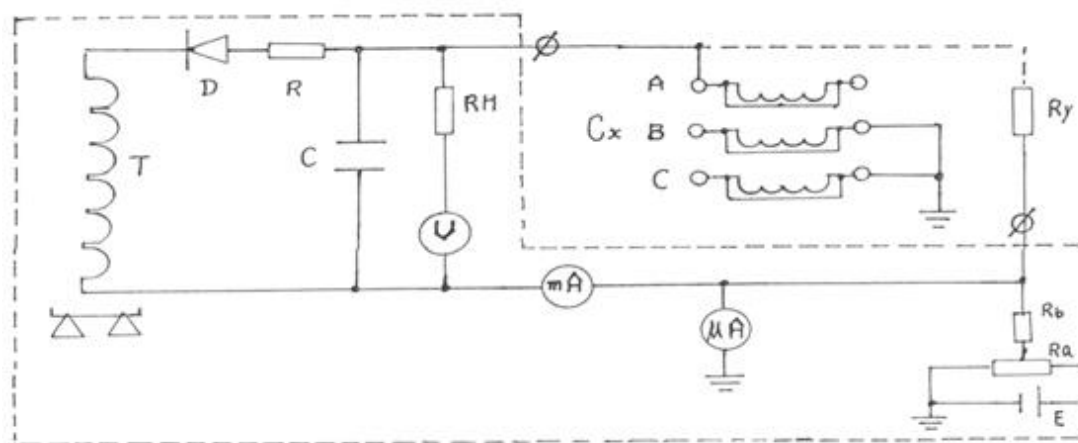

图 5 原理接线图 (测量水冷发电机定子 A 相图)
- 试验前请检查所有试验接线是否接好。试验回路接地线应按本指南（图 5）所示一点接地。